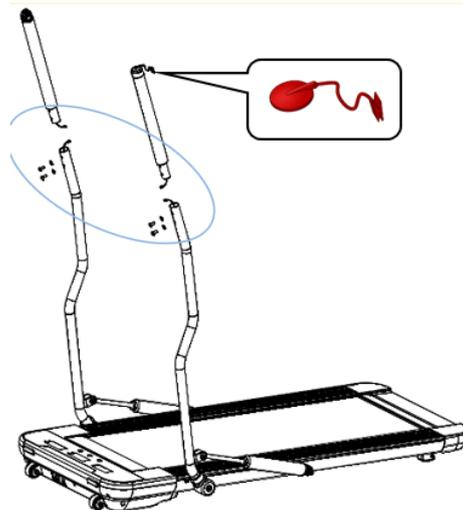

Figure 2
- B. Prenez le manche gauche pour connecter la borne 2 PIN à la borne 2 PIN de la poignée gauche. Retirez les 2 vis M6 * 15 et les rondelles de la trousse à outils, puis utilisez une clé en L de 5mm pour fixer fermement la poignée gauche (comme illustré à la figure 2). Installez la poignée droite de la même manière que la poignée gauche.
- C. Retirez le verrou de sécurité rouge du kit et placez-le sur la poignée gauche avec l'autocollant jaune (figure 2). L'assemblage est terminé.